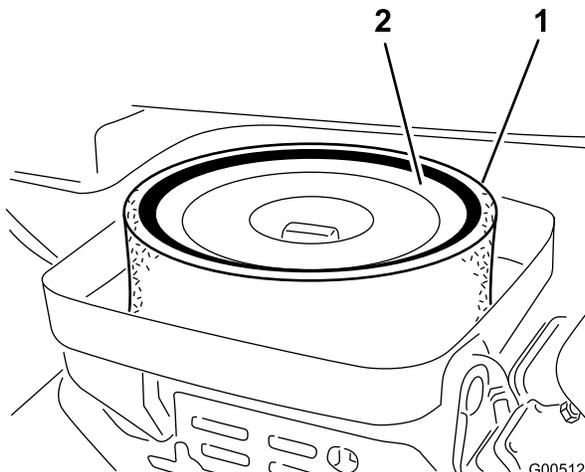

图42
3. 如果泡沫滤芯变脏，请将其从纸质滤芯中取出（图42）。按照以下方式彻底清洁滤芯：